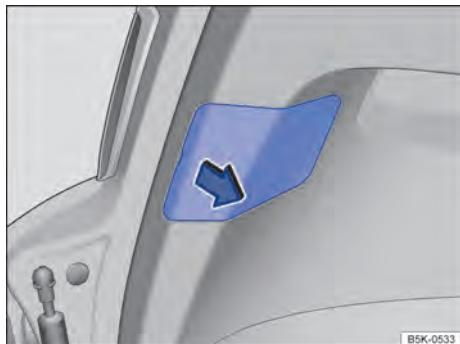

Fig. 219 Na tampa traseira: retirar a cobertura.
3.	Levantar com cuidado a cobertura, se necessário, com a lâmina plana da chave de fenda das ferramentas de bordo ⇒ Fig. 219.